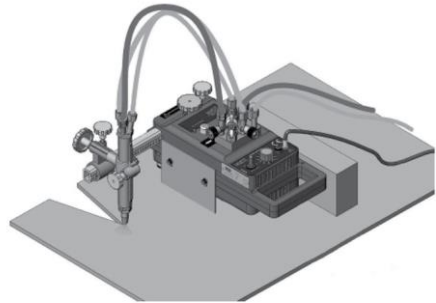

Fig. 8: Découpe guidage du faisceau
en profilé supplémentaire (voir Figure 8)
4.6.1. utilisez un profilé métallique (en forme de v si possible) qui est de 15 mm de hauteur au moins et fixez-le sur la tôle suivant figure 8.